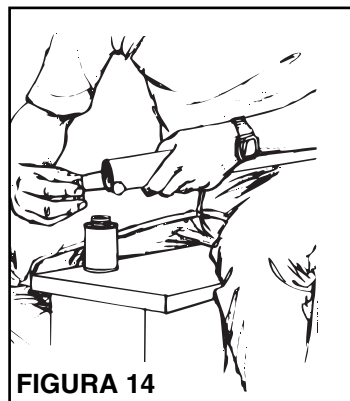

FIGURA 14
11. Véase la Figura 14. Aplique cemento para PVC (modelo 379) al exterior del entubado. Cubra el entubado hasta 2,5 cm del extremo. Cuidese de no poner cemento al interior del tubo.